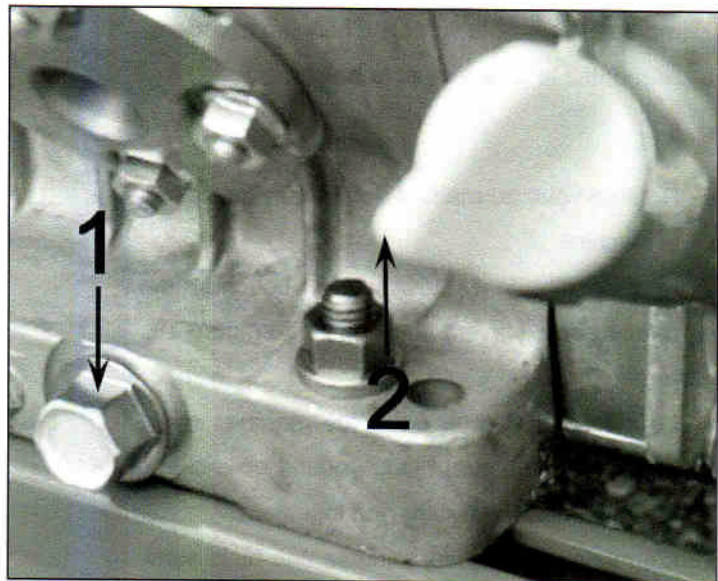

Figure 19
- Moteur chaud, dévissez le bouchon de remplissage (figure 19, repère 2) puis le bouchon de vidange (figure 19, repère 1).